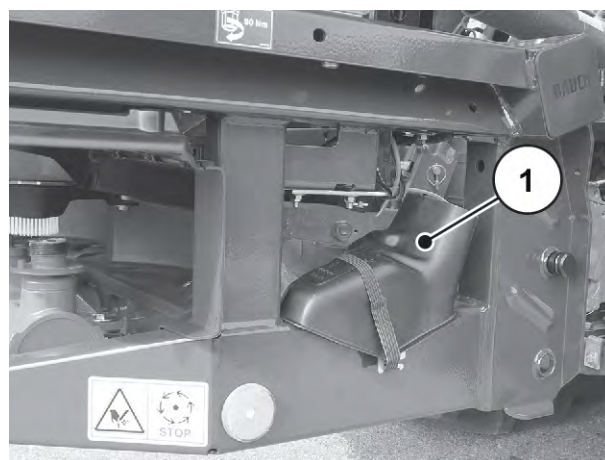

Fig. 33: Plassering av kalibreringssklien
- Klargjør kalibreringssklien. Se *Fig. 33 Plassering av kalibreringssklien*